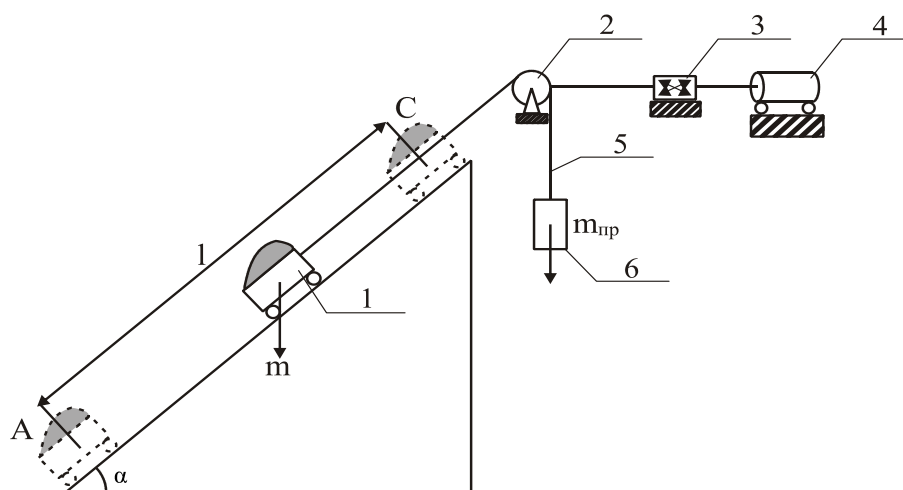

Рис. 3.1. Кинематическая схема механизма наклонного подъемника
- кинематическая схема (рис.3.1) рабочего органа с указанием вращающихся и поступательно движущихся динамических масс, и усилий (моментов) сопротивления движению;
Механизм наклонного подъёмника (кинематическая схема показана на рис.3.1) состоит из тележки 1, перемещающейся по рельсовому пути, уложенному под углом к горизонту, под углом α . Тележка совершает движение из нижнего положения, точка А в верхнее положение в точку С на расстояние l .